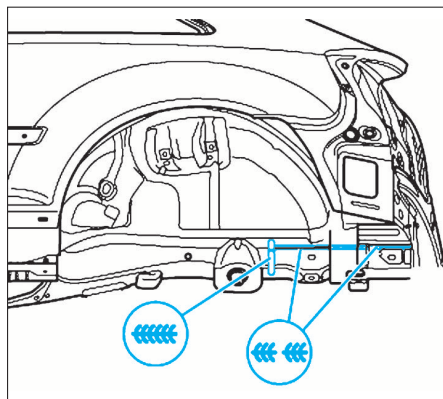

FIG. 32
- Souder le longeron bord à bord par cordon de soudure continu sous gaz de protection (Fig.32).